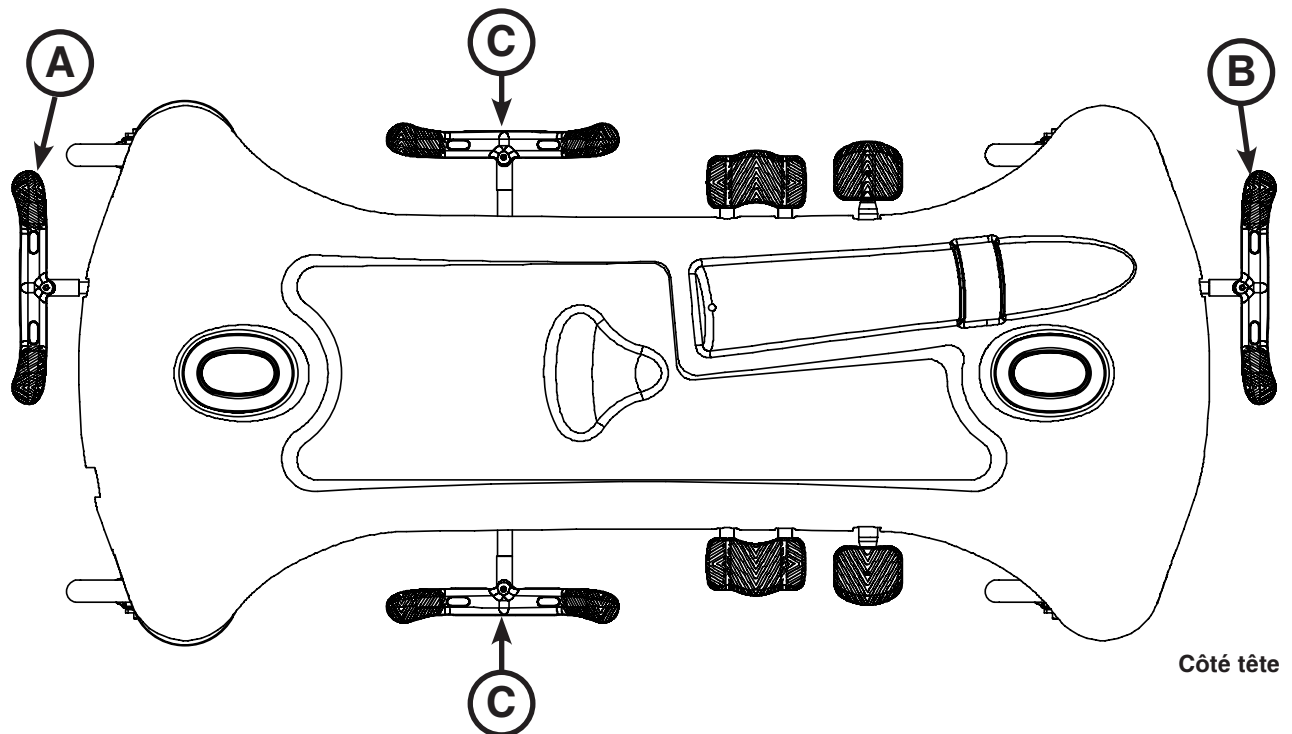

Figure 1 : Freins
Pour plus de commodité, une pédale de frein/guidage est située aux deux extrémités du brancard, comme illustré dans la Figure 1.
**Pour faire fonctionner la cinquième roue**, appuyer sur le côté guidage (vert) de l'une des pédales de frein/guidage pour atteindre la position la plus basse (voir Figure 1, page 2-9).
**Pour désenclencher la cinquième roue**, appuyer sur le côté frein (rouge) de l'une des pédales de frein/guidage pour atteindre la position neutre (voir Figure 1, page 2-9).